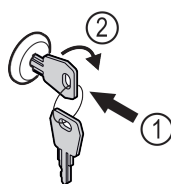

Fig. 131 Beispielhafte Darstellung
- Schlüssel hineindrücken Fig. 131 (1).
- Schlüssel um 90° im Uhrzeigersinn drehen Fig. 131 (2).